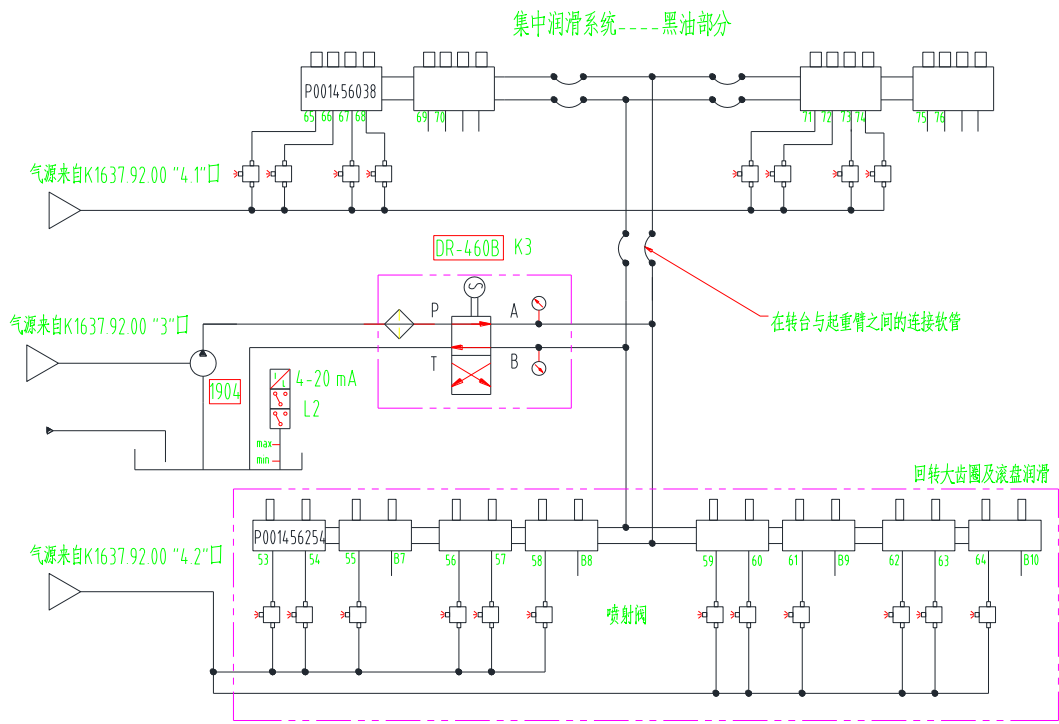

Рисунок 2. Схема централизованной смазки открытых зубчатых передач и рабочих поверхностей
5. Схема централизованной системы смазки механизмов напора и поворота дана на рис. 2